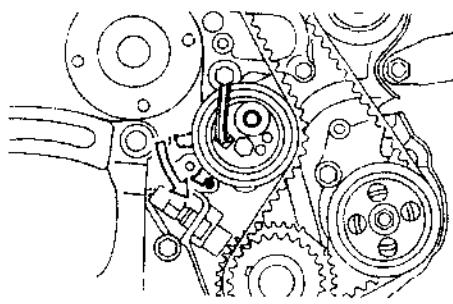

图 1—1—23 安装定位螺栓
⑥用梅花套筒扳手拧紧定位螺栓（见图 1—1—10），扭矩：8N·m。注意：别让螺栓碰到 1 号惰轮定位器。